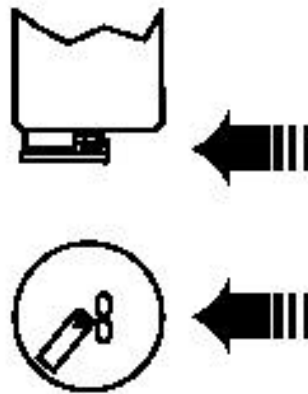

图7 传感器探头的定位
插入式传感器（如果情况适用，也包括浸没式传感器）在安装时应该使其与工艺中介质流的方向，以确保传感器上的玻璃窗对着介质流向的上流，示意图如图7所示。对于插入式传感器：
- 4、按照图7所示传感器探头定位的方向，确定传感器安装的方向。
- 1、校验传感器方向定位正确，必要时请参照图7。